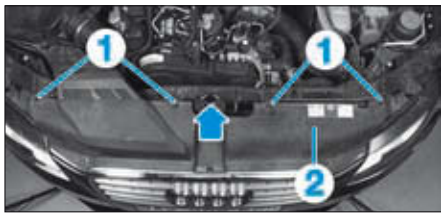

FIG. 45
- les vis (1) de la garniture supérieure (2) de la grille de bouclier (Fig.45),
- la garniture (2),